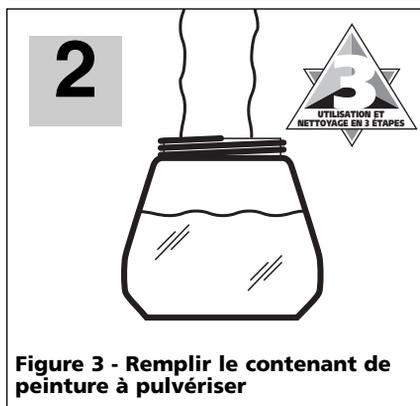

Figure 3 - Remplir le contenant de peinture à pulvériser
4. Lorsque la viscosité de la peinture est satisfaisante, remplir le contenant de peinture à pulvériser complètement (voir la figure 3).